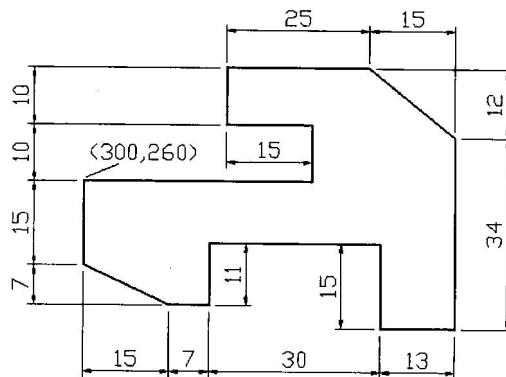

图1-3
**【练习1-3】：** 使用点的绝对坐标或相对直角坐标绘制图 1-3 所示的图形。